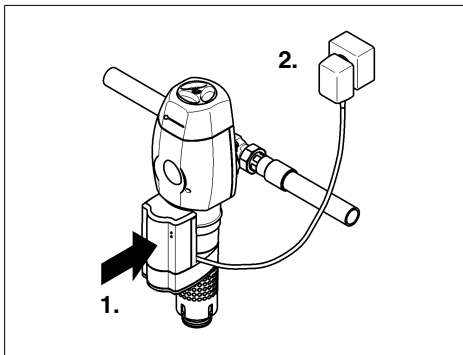

Abb. 10: Netzunterbrechung
- Abdeckhaube der Automatik wieder aufstecken, bis sie hörbar einrastet (siehe Abb. 10).
- Netzgerät wieder in die Steckdose stecken (siehe Abb. 10).